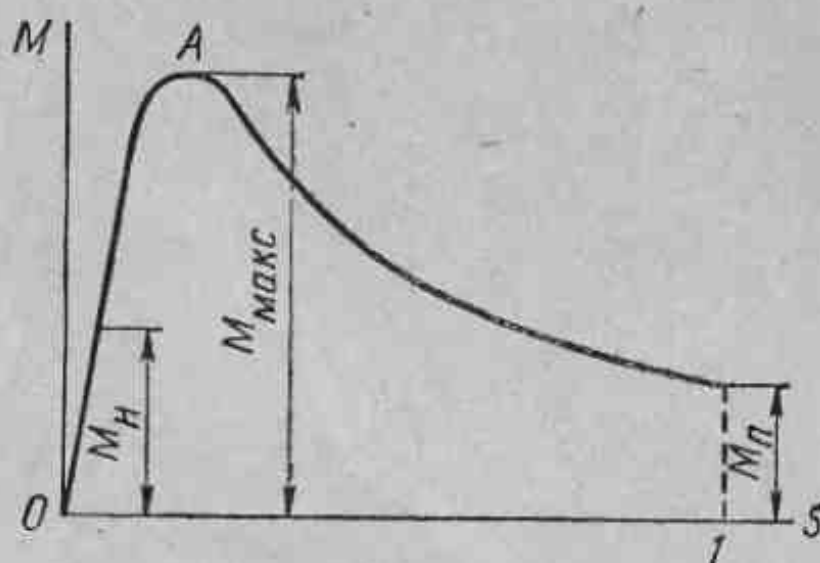

Рис. 200. Зависимость вращающего момента асинхронного короткозамкнутого двигателя от скольжения.
Подставляя в формулу (153) значения s , соответствующие разным значениям нагрузки двигателя, можно построить кривую зависимости вращающего момента от скольжения при постоянных напряжении и частоте сети (рис. 200).